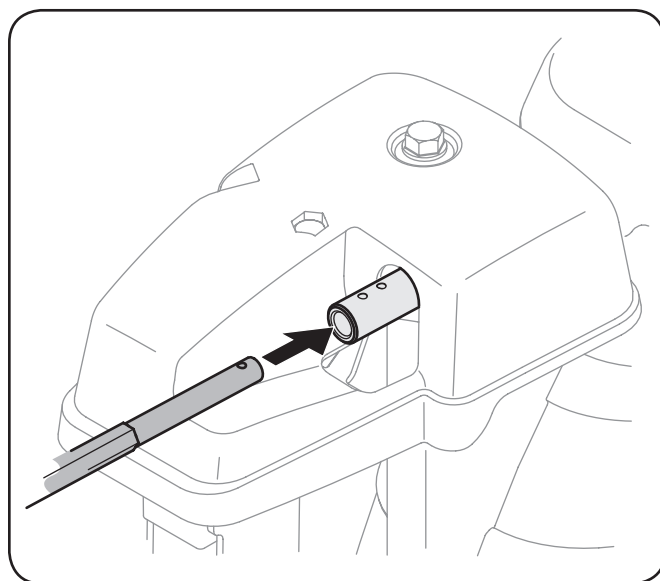

Figura 3-4
2. Inserte la varilla hexagonal dentro del cabezal de control del canal. Empuje la varilla tan lejos dentro del cabezal de control del canal como sea posible, manteniendo el orificio en la varilla hexagonal señalando hacia arriba. Vea la Figura 3-4.